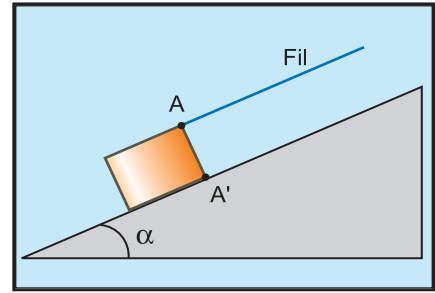

Fig. 34
10. Un cube est posé sur un plan sans frottement, incliné d'un angle α par rapport à l'horizontale (Fig.34). On peut fixer au solide soit en A soit en A', un fil maintenu parallèle à la ligne de plus grande pente du plan.